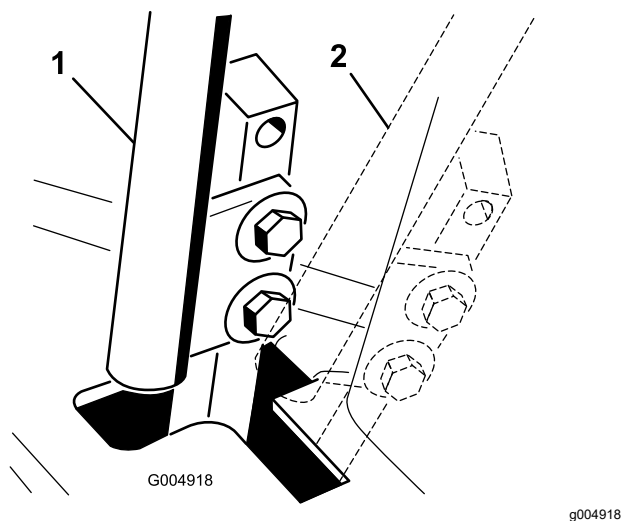

Figure 52
4. Placez le levier de commande au POINT MORT, **sans le verrouiller** (Figure 52).
6. Vérifiez la position du levier par rapport au cran de la console (Figure 52).